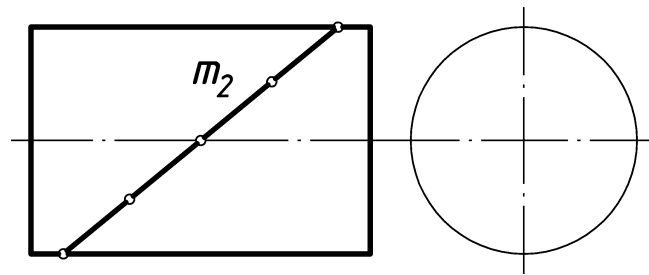

Рис. 18
**Задача 1.** Построить горизонтальную и профильную проекции линии  $m$  на поверхности цилиндра (рис. 18).